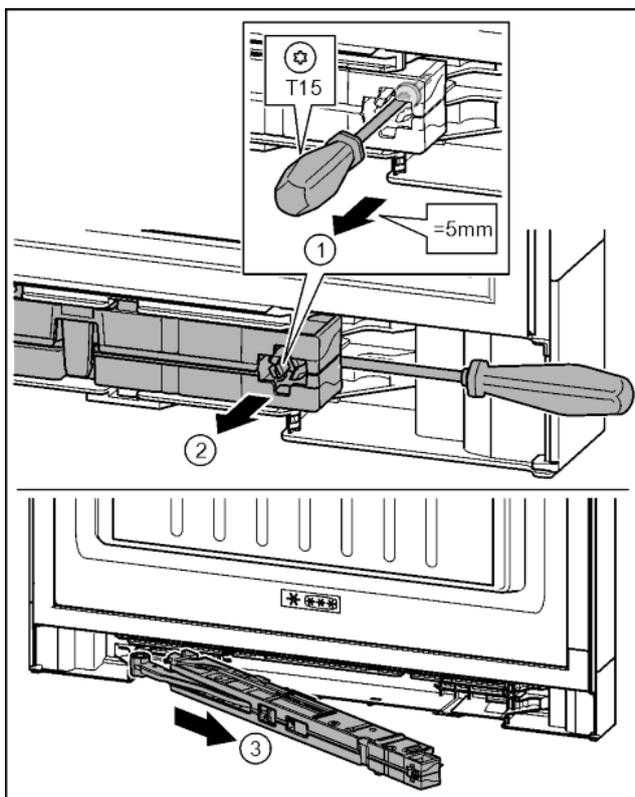

Fig. 18
- ▶ Schraube an Schließdämpfereinheit mit Schraubendreher T15 ca. 5 mm lösen. Fig. 18 (1)
- ▶ Mit Schraubendreher griffseitig hinter Schließdämpfereinheit fahren. Einheit nach vorn drehen. Fig. 18 (2)
- ▶ Einheit herausziehen. Fig. 18 (3)